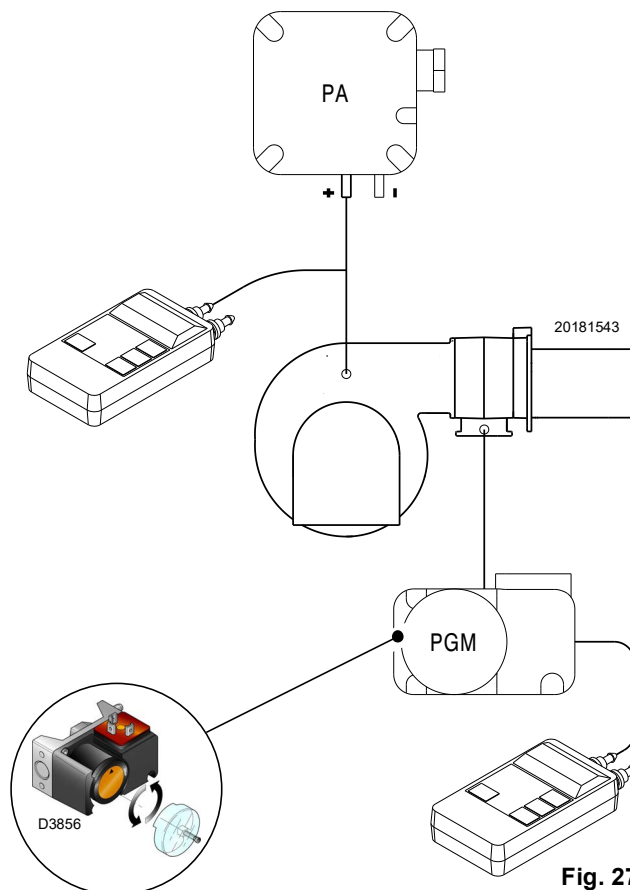

Fig. 27
- Regular el presostato gas de máxima (Fig. 27 en la pág. 27) en el fin de la escala.
Después de haber efectuado todas las demás regulaciones del quemador, con el presostato gas de máxima regulado al final de la escala, efectuar la regulación del presostato gas de máxima, (Fig. 27).